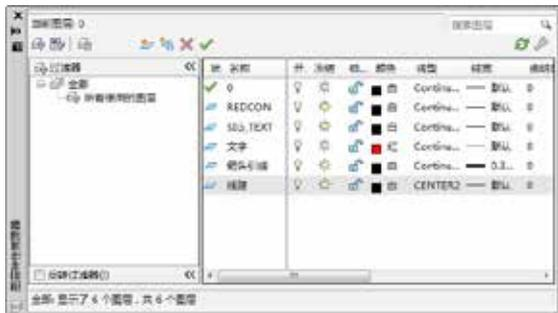

图3-49 设置图层
- 07 单击【确定】按钮，完成图层的设置，如图3-49所示。